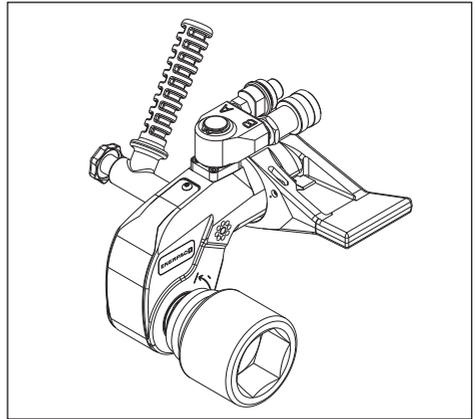

Fig. 8
4.3.1 Apretar una tuerca o un perno (Fig. 8 y 9)
- Coloque el brazo de reacción (6) en la llave, en la posición requerida para su aplicación.
- Coloque el pie (17) del brazo de reacción (6) contra un punto de reacción adecuado (18). El punto de reacción contrarrestará la fuerza producida por la herramienta en funcionamiento.